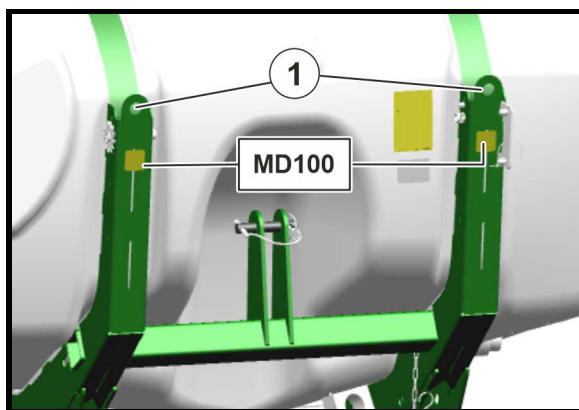

Fig. 4
- ein Aufnahmepunkt hinten (Fig. 4/1),